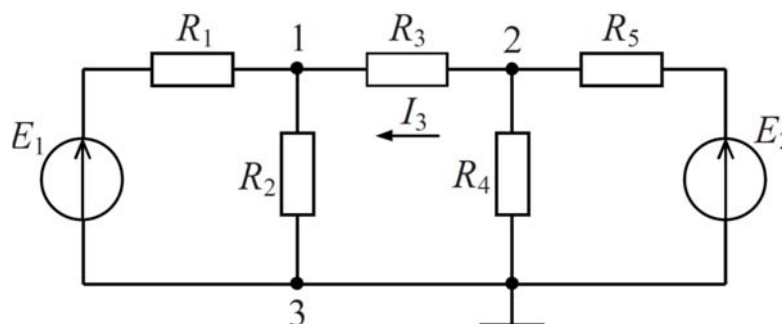

Рис. 16
2.6 Определить ток I_3 схемы, изображенной на рис. 16, если $E_1 = 80 \text{ В}$, $E_2 = 200 \text{ В}$, $R_1 = R_5 = 400 \text{ Ом}$, $R_2 = R_4 = 200 \text{ Ом}$, $R_3 = 40 \text{ Ом}$.